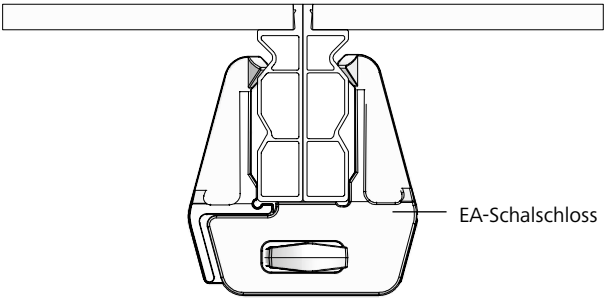

Abb. 12.1
- mit Doppelsicke mit dem EA-Schalschloss (Abb. 12.1).